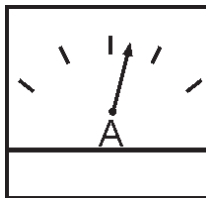

Figure 38.
11. Observez l'ampèremètre du générateur (Figure 38) et vérifiez s'il affiche l'intensité du courant prévue par rapport à la charge. L'ampèremètre affiche uniquement un relevé actuel si la charge est en cours d'utilisation.